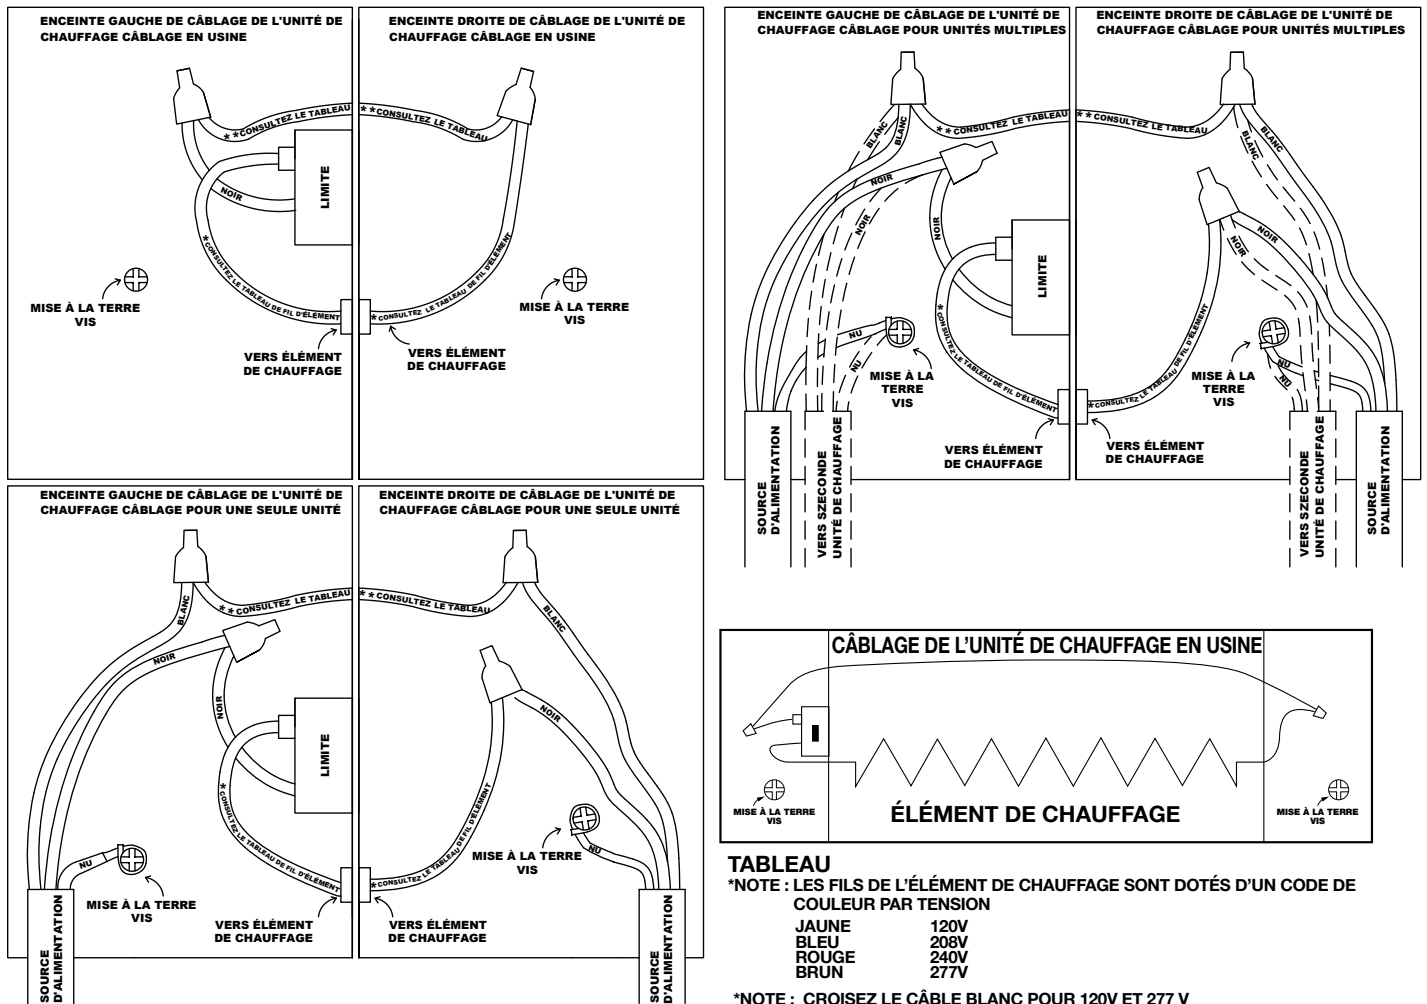

Figure 5 : Schémas de câblage
2. Les procédures de câblage et les connexions doivent être en conformité avec la norme électrique américaine (NEC) et les normes locales. Référez-vous au schéma de câblage du radiateur en Figure 5. Assurez-vous que toutes les connexions électriques sont bien serrées pour éviter une possible surchauffe. N'utilisez que des fils d'alimentation en cuivre.
- c. Câblez le radiateur en fonction des schémas de câblage de la Figure 5. Remettez en place le couvercle de chemin de câble avec ses vis.
8. En suivant le schéma de câblage souhaité, comme montré en Figure 5, branchez l'alimentation électrique au radiateur en utilisant des bouchons de raccordement de fils approuvés